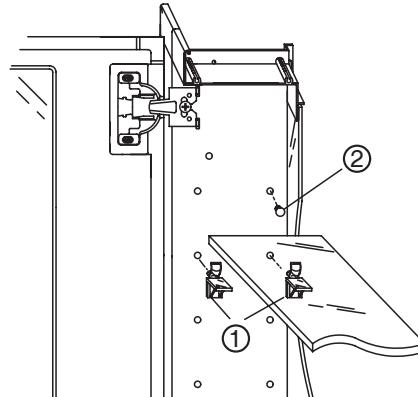

Fig. 15 图 15
5. Installing the shelves- see Fig. 15
5. 安装玻璃层板 - 见图 15